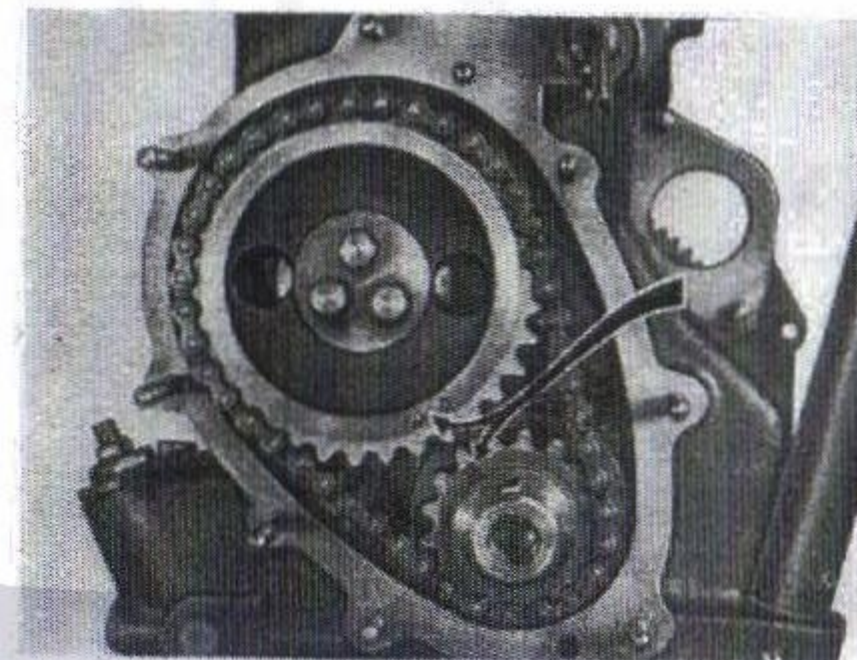

Fig. 48.
e) Vérifier que les marques « O » gravées sur les engrenages de l'arbre à cames et sur le pignon du vilebrequin se trouvent face à face et monter ensuite la chaîne (fig. 48).